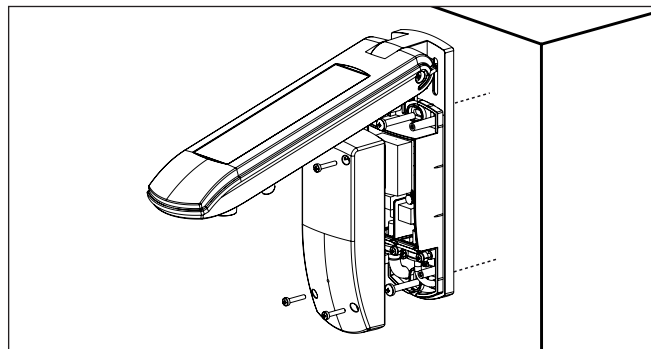

Abb. 2 Wandmontage
- Befestigen Sie die Wetterstation mit den beiliegenden Schrauben und Dübeln wie abgebildet auf einem geeigneten Untergrund (Abb. 2).